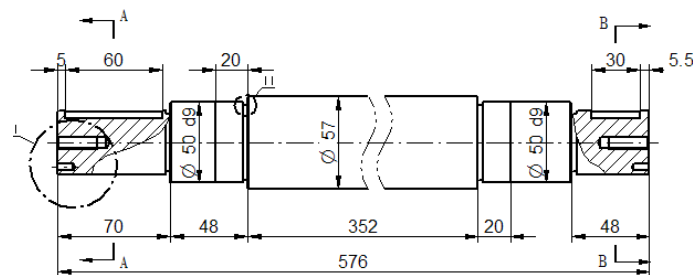

图 10.2.29 标注主视图尺寸 50d9
(7) 标注主视图直径尺寸 50d9。单击“尺寸类型”按钮，然后在弹出的下拉菜单中选择类选项，在适合类型下拉列表中选择选项，在轴的下拉列表中选择选项，标注结果如图 10.2.29 所示。